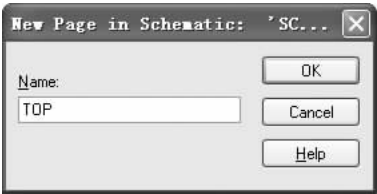

图 6-265 新建页名称修改对话框
1) 在项目管理器上选中“SCHEMATIC1”，右击鼠标弹出快捷菜单，选择“New Page（新建图页）”命令，弹出如图 6-265 所示的对话框，在“Name（名称）”文本框中输入新建页的名称 TOP，单击 按钮，完成第 3 页原理图的创建。